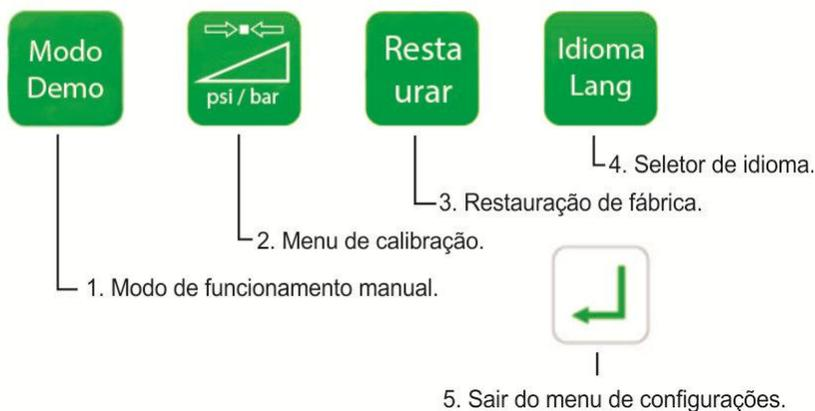

Fig. 6
Para a configuração de calibração da pressão de ar, selecionar o ícone **"psi/bar"** (2-Fig.6). Após selecionar Iniciar (Fig. 8), após acionar totalmente o pedal do equipo até que exiba 100%, em seguida, soltar o pedal e pressionar OK. Assim a calibração será bem-sucedida.
- Pressionar o ícone **"Restaurar"** (3-Fig.6). Ao selecionar "OK" os parâmetros serão apagados e as configurações originais de fábrica serão restauradas. Caso o "Cancelar" for selecionado, as configurações de fábrica não serão restauradas e o sistema reiniciará normalmente.
Para selecionar o idioma do sistema, pressionar o ícone "Idioma/Lang" (4-Fig.6). Após selecionar o idioma desejado, clicar em "OK" confirmando o idioma selecionado. Caso "Cancelar" seja selecionado será mantida a configuração do idioma original.